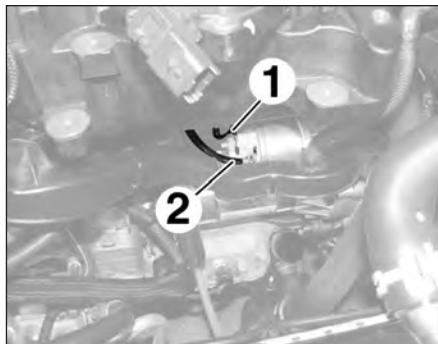

FIG.7
- le fil d'alimentation du démarreur (1) (Fig.7),
- le fil d'excitation (2) du solénoïde.